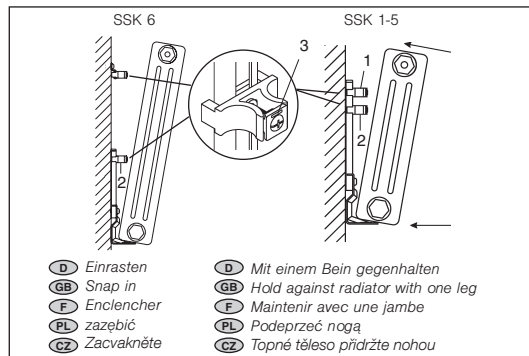

Abb. 2
D **Abb. 2** Klemmhalter (1) und (2) in obere Position der Schiene schieben. Es ist darauf zu achten, daß der Schlitz im Klemmstück (3) vor dem Einsetzen des Heizkörpers horizontal ausgerichtet ist. Heizkörper unten auf Konsole aufsetzen und mit einem Bein gegenhalten, so daß der Heizkörper nicht abrutschen kann. Dann Heizkörper in Pfeilrichtung gegen die Klemmhalter drücken, bis diese zwischen den Röhren einrasten.
GB **Fig. 2** Push in the clip holders (1) and (2) at the top of the rail. Make sure the slit in the clamping piece (3) is horizontal before putting on the radiator. Place the radiator on the bottom of the brackets and hold it with one leg so that it cannot slip off. Then press the radiator against the clip holders in the direction of the arrow until the clip holders snap in between the tubes.
F **Fig. 2** Amener les queues de serrage (1) et (2) dans la position supérieure de la barre. Veiller à ce qu'avant l'insertion du radiateur, la fente du crapaud de fixation soit orientée horizontalement. Placer le radiateur en bas, sur la console, et le maintenir avec une jambe, de sorte que le radiateur ne puisse pas déraiper. Ensuite, enclencher le radiateur, dans le sens de la flèche, contre les queues de serrage, jusqu'à ce que celles-ci s'enclenchent entre les tubes.